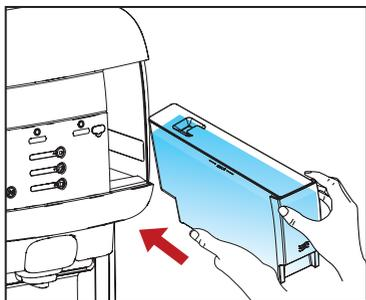

Fig. 4
4. Remplissez le réservoir d'eau jusqu'au niveau MAX avec de l'eau fraîche et propre et remettez-le en place dans le distributeur. (Voir Fig. 4)